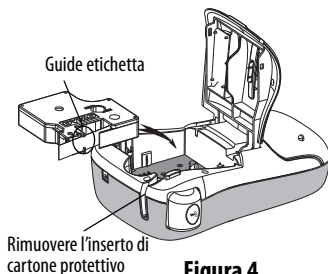

Figura 4
- 2 Prima di utilizzare l'etichettatrice per la prima volta togliere l'insero di cartone protettivo dall'innesto della fessura di uscita etichetta. Vedere Figura 4.